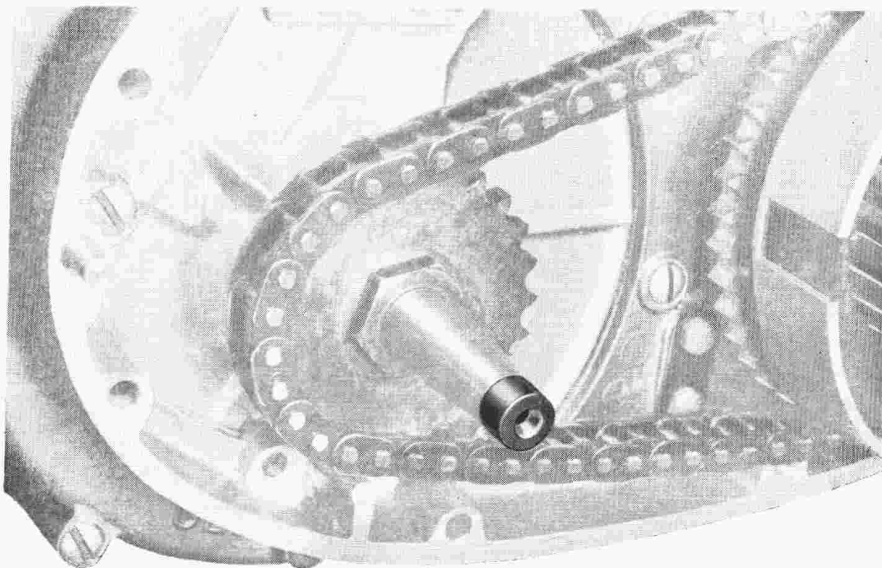

Abb. 6
-Druckpils zu WH 12 in die Kurbelachse einsetzen (Abb. 6).